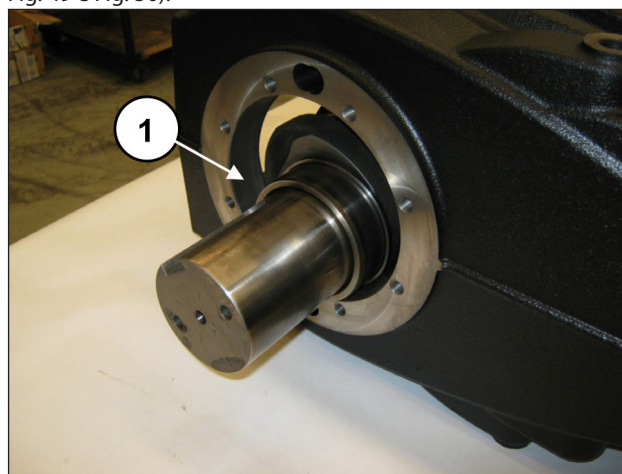
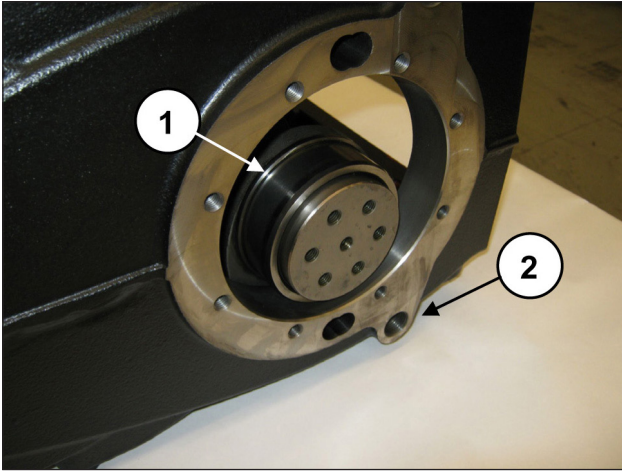

Fig. 49
Fig. 50
O eixo de manivela deve ser sempre montado com o lado PTO da parte oposta, em relação aos furos G1/2" para as tampas de descarga de óleo do carter da bomba (pos. ②, Fig. 50).
Chegue até a inserção completa do eixo no carter (pos. ①, Fig. 49 e Fig. 50).